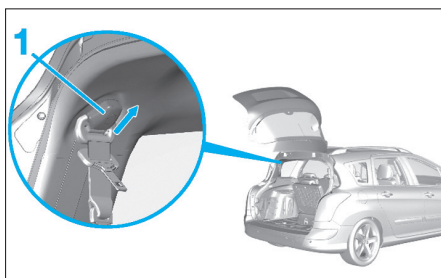

Fig. 74
- Dégrafer le cache (1) comme illustré et le déposer (Fig.74).